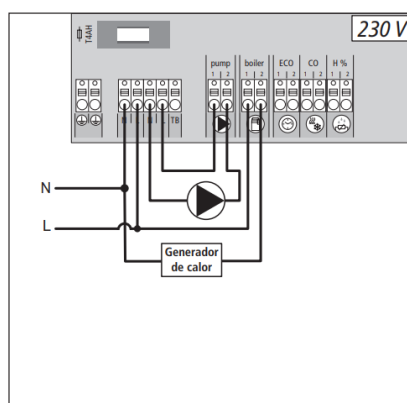

Imagen 5
- Se puede realizar el control de encendido/apagado de la caldera y/o bomba de impulsión según la existencia o no de demanda térmica de cualquier zona. En el caso de conexión a caldera, es necesario interponer un relé para no alimentar directamente la caldera. (Ver Imagen 5)